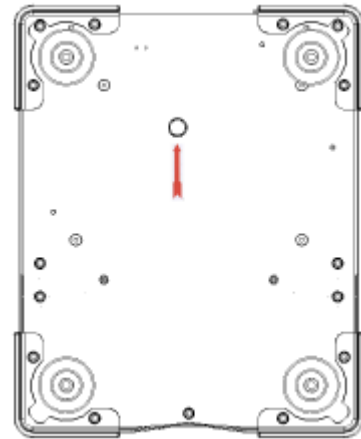

图 1
- 在仪器被运输之前，必须确认好“运输紧固螺钉”已被重新安装拧紧（如图 1）。
“运输紧固螺钉”（图 1 中红箭头指示）。